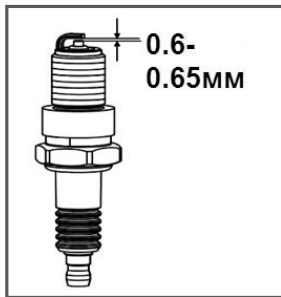

Рис.13 Свеча зажигания
- Измерьте зазор между электродами свечи зажигания специальным щупом. Зазор должен быть 0,6-0,65 мм (Рис. 13). При увеличении или уменьшении требуемого зазора рекомендуется заменить свечу, так как регулировка зазора может привести к изменению качества искрообразования.